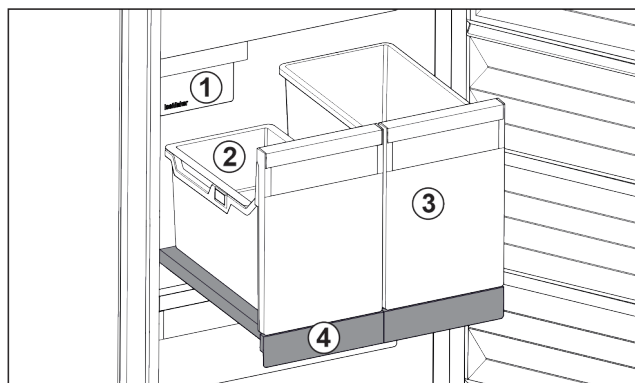

Fig. 32 Vyťahovacia polička s IceTower
Na vyťahovacej poličke sú dve vysoké nádoby (IceTower). V nádobe Fig. 32 (2) sa hromadia a skladujú kocky ľadu z IceMaker. Nádoba Fig. 32 (3) sa hodí na skladovanie vysokých potravín, ako sú pizze alebo alkoholické nápoje.